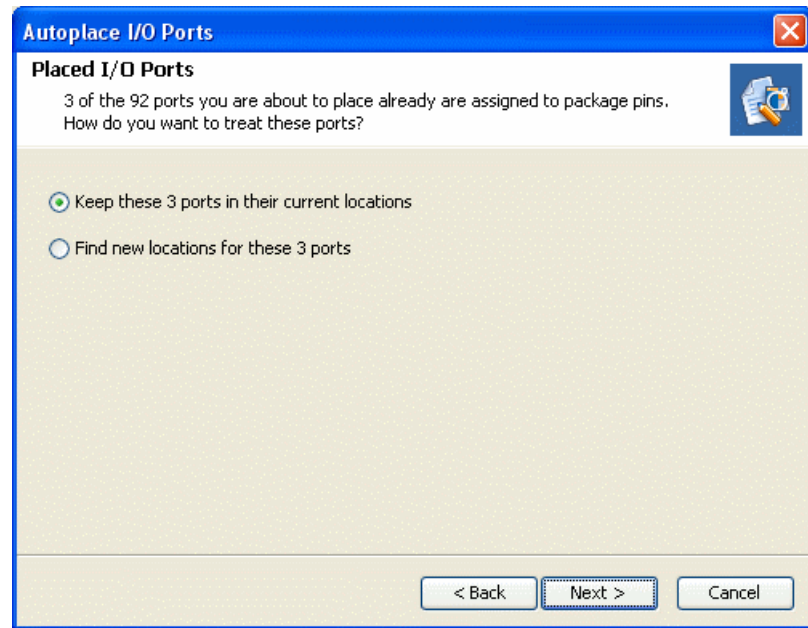

図 8-28 : Autoplace I/O Ports ウィザード
4. 既にパッケージピンに割り当てられている I/O ポートのみを選択すると、256 ページの図 8-28 のページが表示されます。